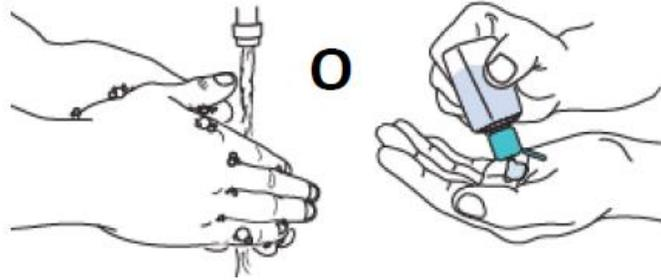

Figura 3. Higiene de manos
5.1.6.5. Realizar higiene de manos (Figura 3).